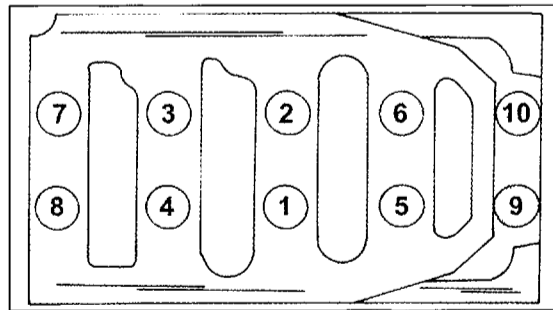

Bild 55
- Die 10 Schrauben einsetzen und einstweilen handfest anziehen. Danach in der in Bild 55 gezeigten Reihenfolge auf ein Drehmoment von 80 Nm und beim zweiten Durchgang auf 16 Nm anziehen. Dies gilt für einen 2.5-Liter-Motor. Wird ein 2.8-Liter-Motor zusammgebaut, werden die Schrauben mit 50 Nm